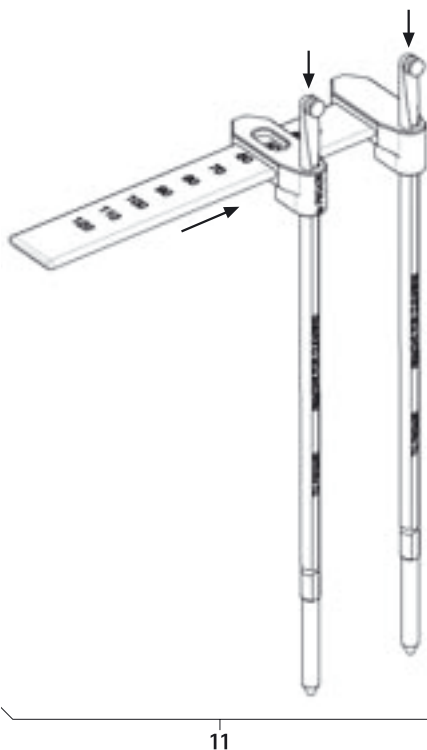

Fig. 15
- Montar el medidor de longitud de varilla 11, ver Fig. 15.